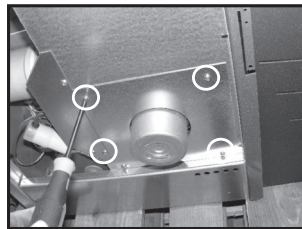

Figura 34
2. Estrarre le 4 viti sulla piastra di copertura del motore della ventola di estrazione dei fumi. Vedere Figura 34.